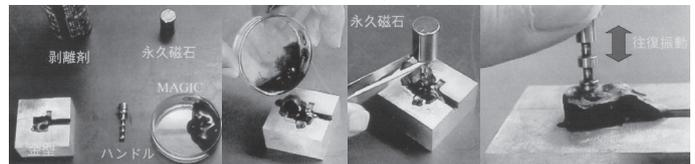

図1 新砥石製作原理と研磨
2.研磨用砥石の開発 現在市販されている砥石は様々な形状がありますが、必ずしも使用者のニーズに合わせた形状とは言えません。しかも一度焼き固められると元には戻りません。そこで現在、リサイクル型の新しい砥石を開発しています。図1に示すように、特殊な樹脂に沢山の砥粒（削る働きをする硬い小さな粒子）と鉄粉を混ぜ熱で溶かします。これを金型などに流し込み、20分ほどすれば固まり形状転写型の砥石が出来上がります。しかも加熱すれば何度でも再利用できます。ここで鉄粉を砥石で上手く制御することで間接的に砥粒の分散状態を向上させています。製作後、砥石を簡単な機械で上下方向に動かせば自動研磨もできます。この発想は子供の頃の遊び道具であった転写を利用した粘土細工と砥石による砂鉄遊びの原理が応用されています。この方法では研磨する形状が如何なる場合でも対応が出来ます。この砥石を MAGIC (MAGnetic Intelligent Compounds) 砥石と呼びます。日々生活の中で発想の転換が新技術を創造できるかもしれません。